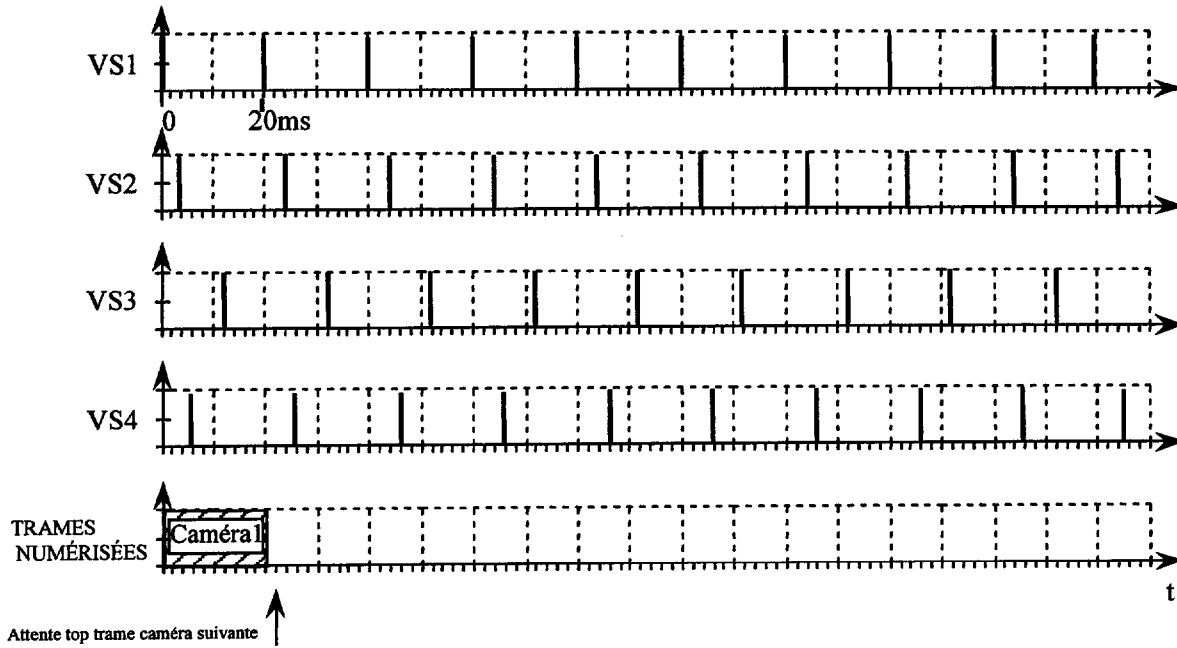

fig. A2
*Ces 4 caméras étant autonomes et dans des lieux différents, leurs signaux vidéo composites ne sont pas synchronisés. Voici par exemple (fig. A2), les différents tops trame (VS1, VS2, VS3 et VS4) respectivement des caméras 1, 2, 3 et 4 obtenus à la sortie de FS1.5. Etant donné que l'on adopte la loi suivante :*